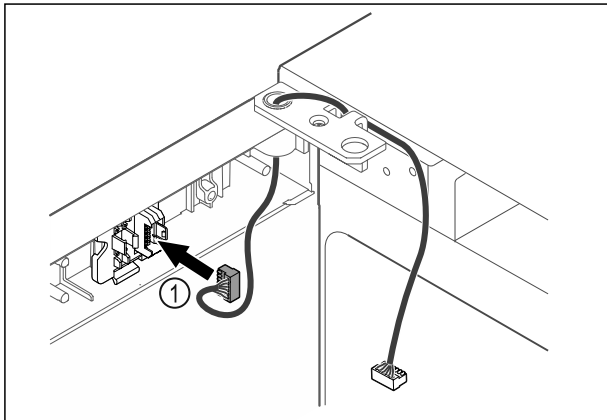

Fig. 42
- ▶ Sett pluggen Fig. 42 (1) i pluggholderen.